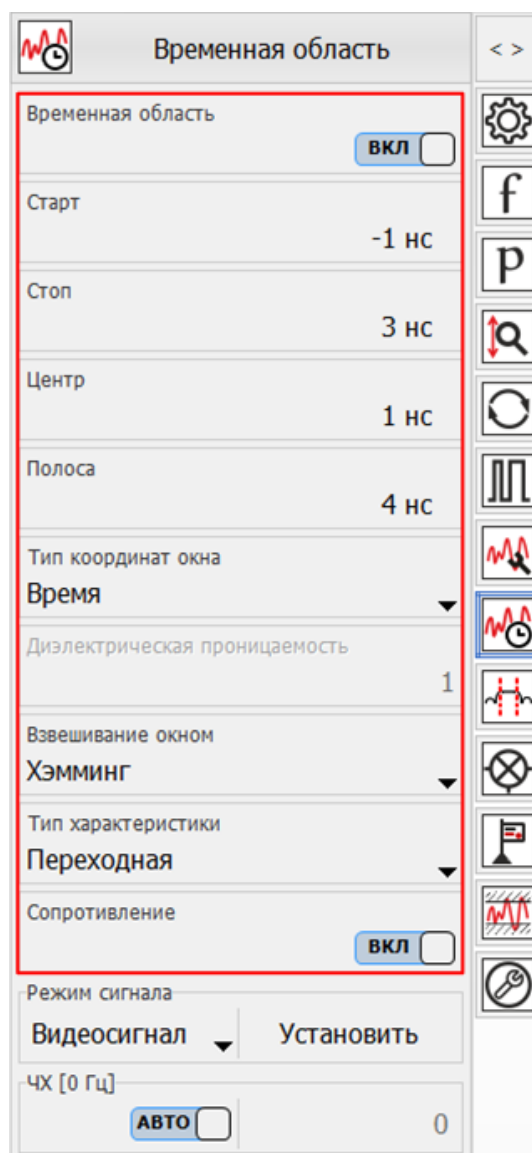

Рис. 21. Задание параметров временного режима.
- Тип координат: Время; Взвешивание окном: Хэмминг; Тип характеристики: Переходная; Сопротивление: Вкл (рис. 21).